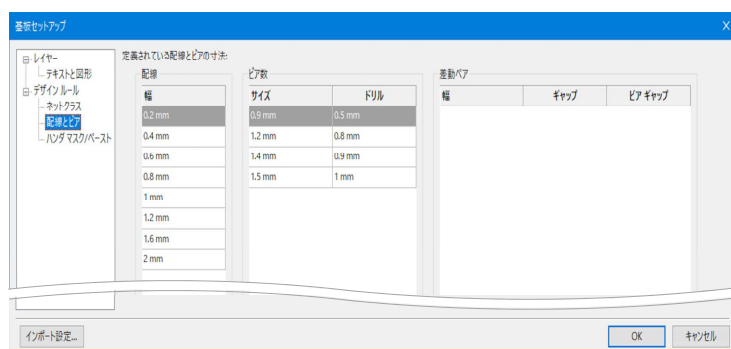

图9-6
⑥「配線とビア」を選択して次のように各欄に入力します。図9-6